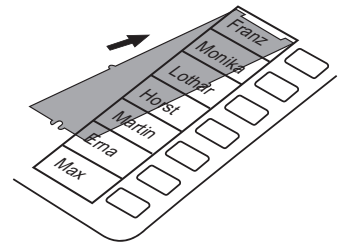

Abb. 3
- Kunststoffabdeckung anbringen: Schieben Sie die Abdeckung in die obere Verankerung (siehe Abb. 3), biegen sie leicht und führen sie in die seitlichen und anschließend in die untere Verankerung ein.